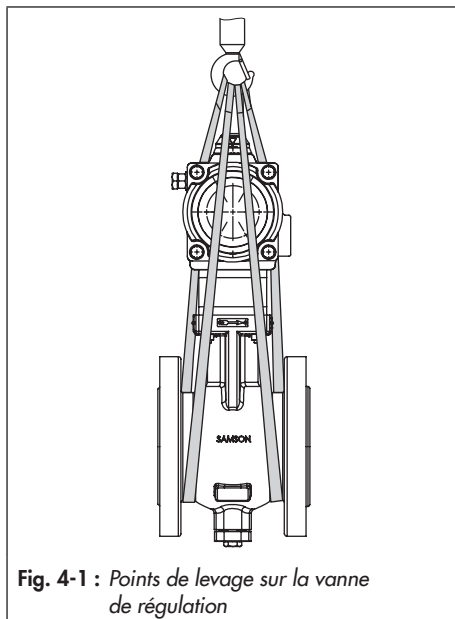

Fig. 4-1 : Points de levage sur la vanne de régulation
- Utiliser un crochet doté d'une fermeture sécurisée pour supporter la vanne (cf. Fig. 4-1) afin d'empêcher les dispositifs d'arrimage de glisser hors
1. Fixer une élingue sur chaque bride du corps et sur le support (p. ex. crochet) de la grue ou du chariot élévateur, voir Fig. 4-1.